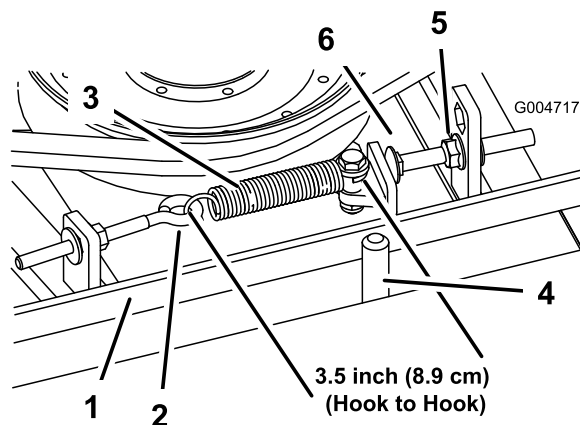

Figure 101
Lorsque le ressort d'extension est correctement tendu, l'intérieur doit mesurer (d'un crochet à l'autre) entre 8,3 et 9,5 cm. Lorsque le ressort est correctement tendu, ajustez le boulon de butée (boulon de carrosserie) jusqu'à obtention d'un jeu d'environ 2 à 5 mm entre la tête du boulon et le bras de tension (Figure 101).
Remarque: La courroie doit être placée du côté ressort du guide (Figure 101).
2. Desserrez le boulon à œil pour pouvoir enlever le ressort d'extension (Figure 101).
3. Desserrez l'écrou à embase qui fixe le boulon de butée à la patte de montage, et écarterez la poulie de tension de la courroie pour détendre cette dernière (Figure 101).
9. Raccrochez le ressort d'extension (Figure 101) au boulon à œil et tendez la courroie comme suit :